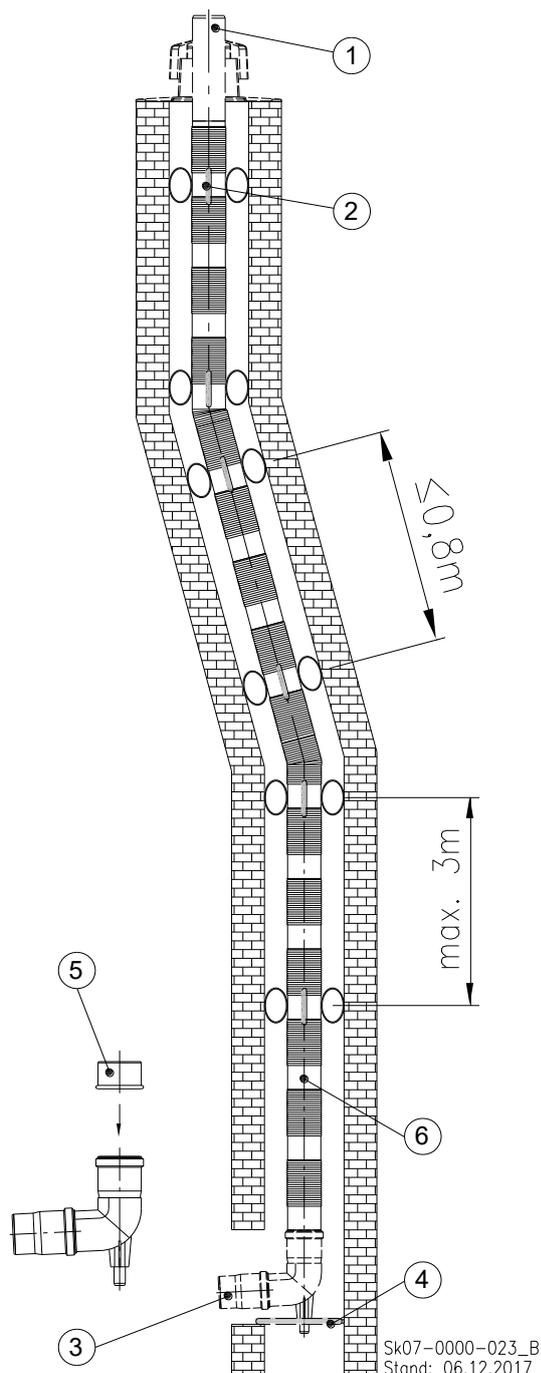
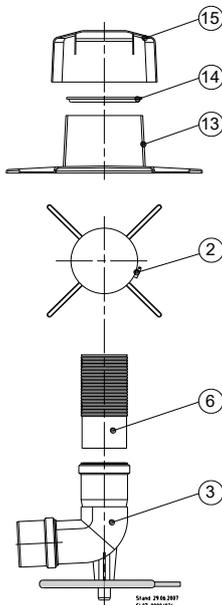

Abb. 41: Kaminsystem, flexibel
Abb. 43: Detail-Zeichnung Befestigung Schachtabdeckung
Legende zu Abb. 41:
- ➔ Säubern und entgraten Sie das Einsteckende des Abgasrohres ⑥ (s. Abb. 41).
- ➔ Reiben Sie das Einsteckende des Abgasrohres ⑥ mit säurefreiem Gleitmittel ein.
- ➔ Stecken Sie das sichtbare glatte Ende des Abgasrohres ⑥ in den auf dem Auflager sitzenden Stützbogen ③.
Legende zu Abb. 43:
②	Abstandhalter
③	Stützbogen mit Auflager
⑥	Flexibles Abgasrohr
⑬	Unterteil der Schachtabdeckung
⑭	Flexrohrklemme
⑮	Abdeckhaube
- ➔ Schieben Sie als erstes das Unterteil der Schachtabdeckung ⑬ (s. Abb. 43) über das Leitungsende Abgasrohr ① (s. Abb. 41).
- ➔ Spreizen Sie die Flexrohrklemme ⑭ auf.
- ➔ Schieben Sie die aufgespreizte Flexrohrklemme über das Leitungsende bis zum Unterteil der Schachtabdeckung ⑬.